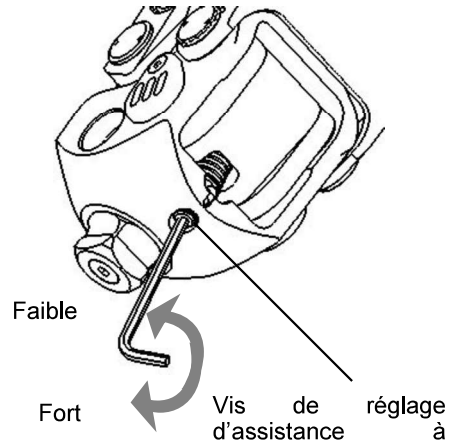

Fig.5 Ajustement de l'assistance à l'extension
- Comme illustré Fig.5, le réglage de l'assistance à l'extension se fait avec une clef 6 pans de 2,5mm.